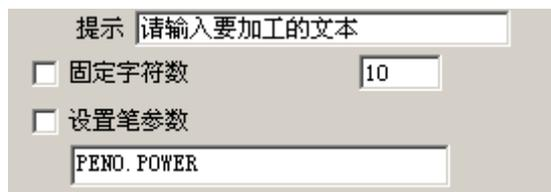

图 4-56-a: 键盘元素参数
键盘元素是由用户从键盘输入要加工的文本,当选择了键盘元素系统会显示如图 4-56-a 所示的内容要求用户设置键盘元素参数。
**提示:**在加工中系统遇到键盘变量文本时会弹出输入对话框里的内容,要求用户输入要加工的文本,如图 4-56-b 图所示,此时用户直接手工输入要加工的文本。
键盘元素功能经常用在加工时需要实时输入要加工的内容的场合。假如客户当前要加工一批工件, 每个工件上都印刷有一个条形码, 加工的时候需要用户用条码扫描枪实时从工件上读取条形码的内容, 然后用激光标刻到工件指定位置上, 这时候就可以使用键盘元素功能。加工的时候系统弹出如图 4-56-b 图所示对话框后, 操作员用条码扫描枪扫描工件上的条形码, 条码扫描枪会自动把读取的内容输入到对话框里面并自动关闭对话框, 然后系统会自动开始加工刚才读取的内容。